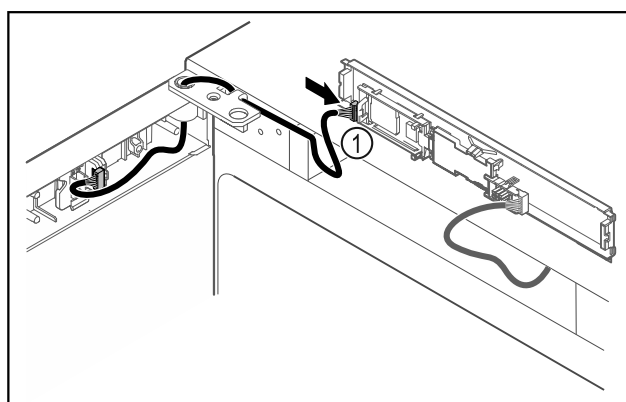

Fig. 43
- Enchufe el conector Fig. 43 (1) en la placa.